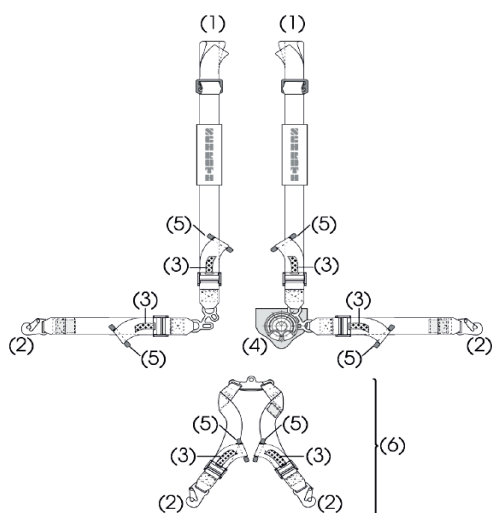
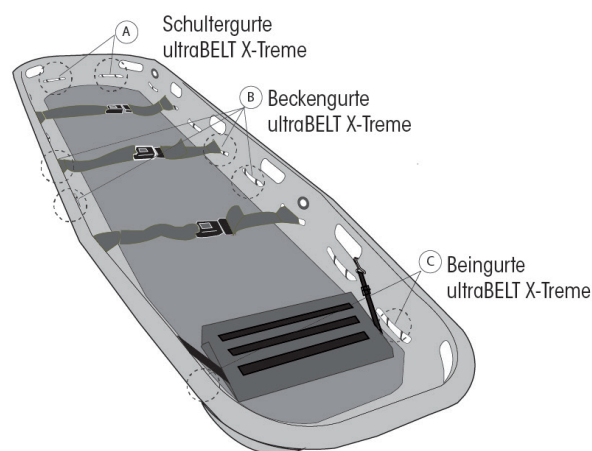

Bild 5: Teile des Gurtsystems ultraBELT X-TREME
Bild 6: Befestigung des ultraBELT X-TREME
Die Schultergurte (Bild 5-(1)) werden an den oberen beiden Schlingen (Bild 6 - Punkte A) des Umlaufseils befestigt. Die beiden Gurte, die an den Schultergurten mitangelegt sind (Bild 5-(2)), können wahlweise als Beckengurte (Befestigung am umlaufenden Seil, Bild 6 - Punkte B) oder als Beingurte (Befestigung am umlaufenden Seil, Bild 6 - Punkte C) genutzt werden. Benutzen Sie - wenn die Variante Beckengurt verwendet wird - auf jeden Fall einen zusätzlichen Gurt zur Fixierung der Füße. Wenn die Variante Beingurt verwendet wird, sollte ein zusätzlicher Beckengurt benutzt werden. Der Schrittgurt wird an den Schlingen des umlaufenden Seils befestigt.
1. Lockern Sie zuerst mit den Gurtlösern (Bild 5-(3)) alle Gurte, und öffnen Sie den Gurt mittels des Drehverschlusses (Bild 5-(4)).
2. Legen Sie die beiden Schultergurte mit Becken-/Beingurt zur Seite, positionieren Sie den Schrittgurt (Bild.5-(6)) nach unten in Richtung Fußende der Korbtrage.
4. Legen Sie die beiden Schultergurte (Bild 5-(1)) seitlich über den Patienten, Führen Sie die Schlosshälften zusammen und sichern sie in dem Gurtschloss mit deutlichem Einrastgeräusch.
7. Straffen Sie alle Gurte mit Hilfe der Gurtspanner (Bild 5-(5)). Der Patient ist zum Abtransport bereit.